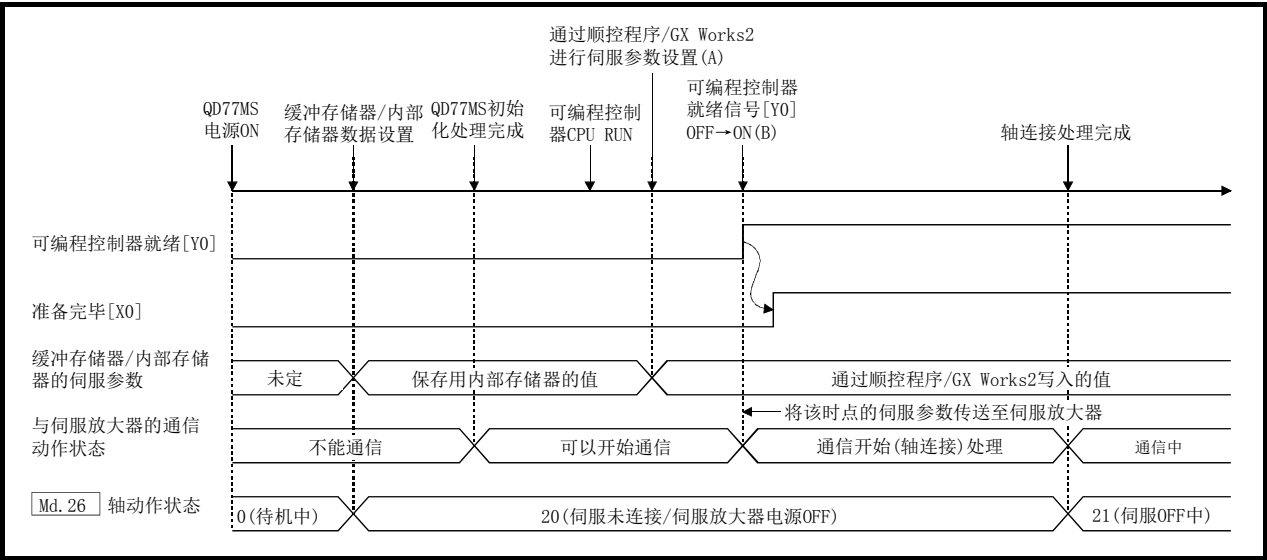

图 7.2 系统电源 ON 之前伺服放大器启动的情况下
- 与伺服放大器的通信开始时机：将可编程控制器就绪信号[Y0]置为 OFF→ON(图 7.2 (B))
- 传送的伺服参数：可编程控制器就绪信号[Y0]ON 之前通过顺控程序/GX Works2 写入的数据(图 7.2 (A))